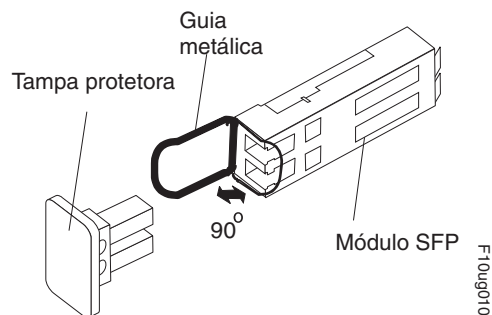

Figura 76. Destravando a Trava do Módulo SFP - Variedade Metálica
- Para módulos SFP que contêm guias metálicas, destrave a trava do módulo SFP puxando a trava metálica 90° para fora, conforme mostrado na Figura 76 na página 137.